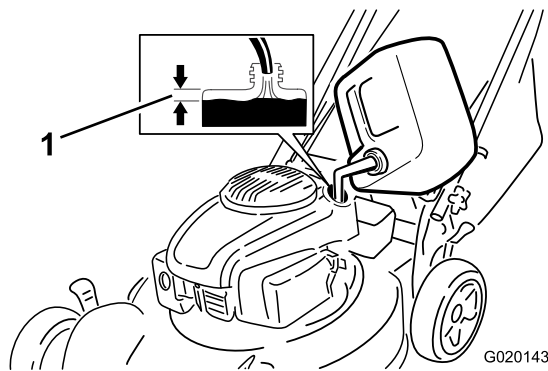

Bild 7
1. Reinigen Sie den Bereich um den Tankdeckel und nehmen den Deckel ab (Bild 7).